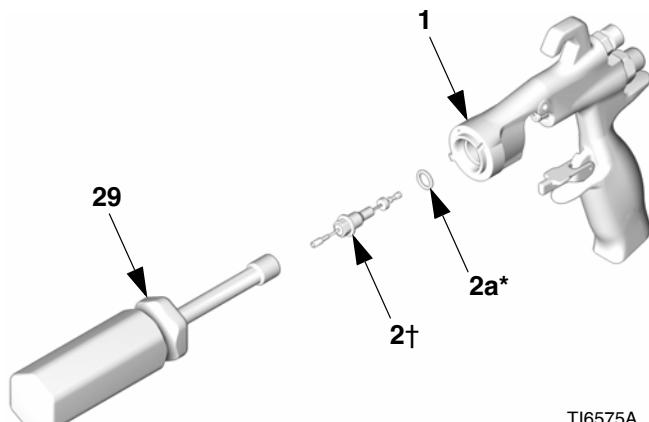

Рис. 41
- Установите кольцевое уплотнение с и-образным сечением (7*) на инструмент для установки уплотнения (28*), кромки уплотнения должны быть направлены к инструменту, как показано в Рис. 41. Протолкните уплотнение в пистолет с задней стороны, пока не услышите характерный щелчок.